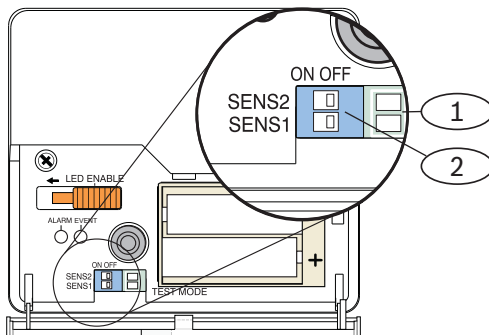

Bild 5.20 Schalter zur Einstellung der Glasbruchempfindlichkeit
4. Verschieben Sie die Empfindlichkeitsschalter mit einem Schraubendreher. Siehe *Bild 5.20*.
2. Stecken Sie einen Schraubendreher in den Schlitz neben den Empfindlichkeitsschaltern (*Position 1, Bild 5.20, Seite 59*).